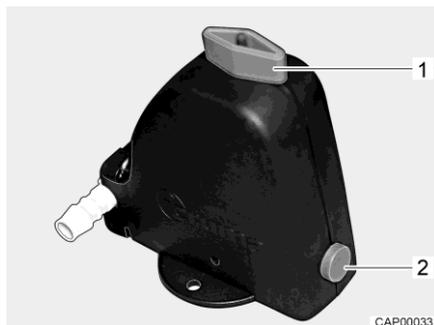

Fig. 184 Valvola di sicurezza/di scarico (Truma)
- Chiudere la valvola di sicurezza/di scarico (Truma). A tal fine ruotare la manopola (Fig. 184,1) verticalmente rispetto alla valvola di sicurezza/di scarico e premere verso l'interno il bottone automatico (Fig. 184,2). Con temperature inferiori a 6 °C non è possibile chiudere la valvola di sicurezza/di scarico. Per questo motivo è necessario inserire il riscaldamento dell'abitacolo ed aspettare che la temperatura della valvola di sicurezza/di scarico salga sopra gli 6 °C.